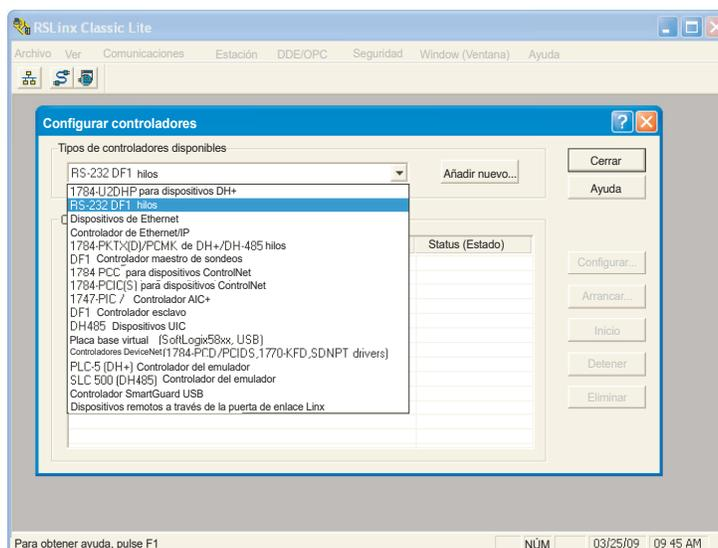

Imagen 4.3.21d Configuración de controladores
2. Haga clic en «Comunicaciones» y seleccione «Configurar controladores». Cuando se abra la ventana «Configurar controladores», seleccione «Dispositivos RS232 DF1» en el menú desplegable «Tipos de controlador disponibles» (imagen 4.3.21d).